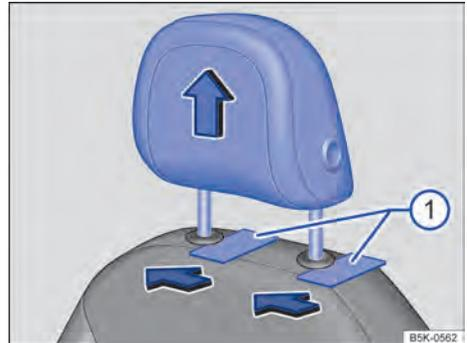

Fig. 88 Desinstalar o apoio para cabeça dianteiro.
- Para desbloquear, empurrar um objeto chato, por exemplo, cartão de plástico, entre o revestimento do encosto do banco e as capas de cobertura das barras guia do apoio para cabeça → Fig. 88 ①, enquanto uma segunda pessoa puxa totalmente para baixo o apoio para cabeça. ▶